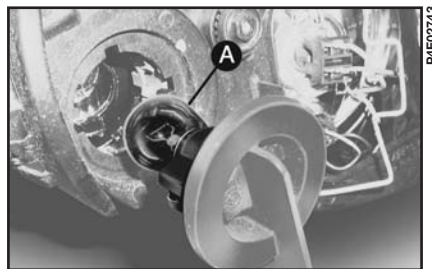

рис. 17
**2)** Слегка надавите на лампу **A** (рис. 17), поверните ее против часовой стрелки и извлеките.